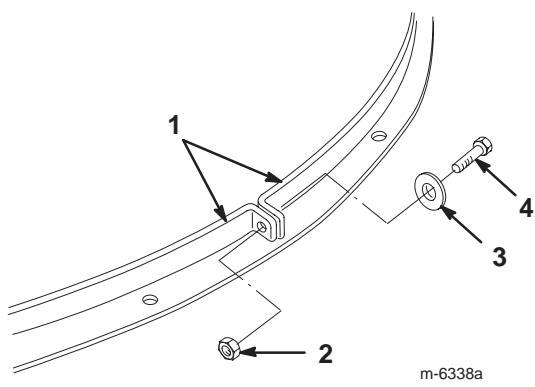

Bild 15
- 10.** Entfernen Sie die Schraube, Scheibe und Mutter, mit denen die beiden Riemenenden zusammengehalten werden (Bild 15).
- 14.** Verbinden Sie die beiden Riemenenden um die Recyclerabdeckung (Bild 15).
9. Entfernen Sie die Schraube, Scheibe und Mutter, mit denen die beiden Riemenenden zusammengehalten werden (Bild 15).
- 15.** Verbinden Sie die beiden Riemenenden um den Auswurfkanal (Bild 15).
- 16.** Richten Sie die Löcher in den Riemenenden aus und ziehen Sie sie mit der vorher abgenommenen Schraube, der Scheibe und der Mutter fest (Bild 15).